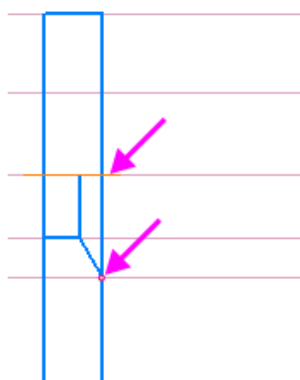

Рисунок 7
- Постройте осевую линию командой Автоосевая  и отрезки другого отверстия с фаской, как показано на рисунке. Угол фаски — 120. Построение наклонного отрезка начните от точки, показанной на рисунке.(рисунок 7)